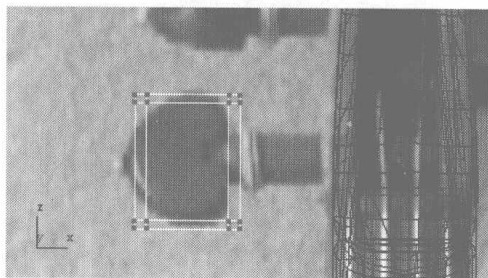
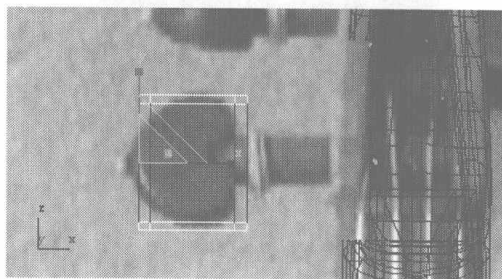
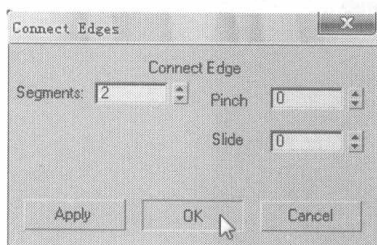
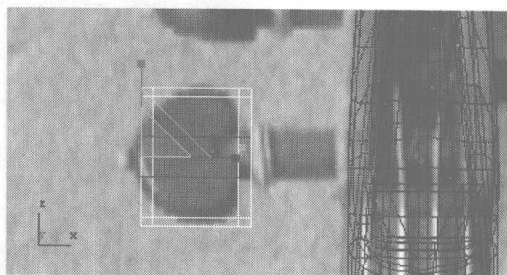

图 5.339
图 5.340
图 5.341
图 5.342
- 02** 调整模型上的点到如图 5.339 所示的位置。选择如图 5.340 所示的曲线，单击 **Connect** 右边的小按钮，在弹出的对话框中设置如图 5.341 所示参数，模型显示如图 5.342 所示。